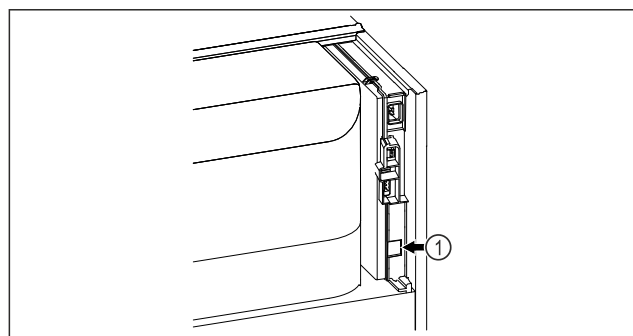

Fig. 132
- SmartModule Fig. 132 (1) è inserito.